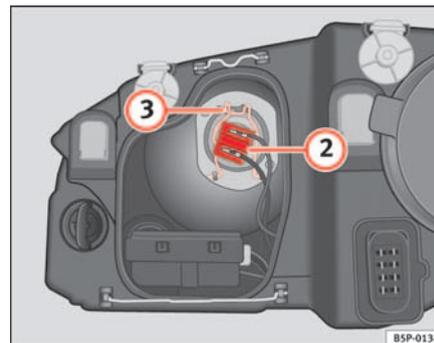

Fig. 176 Feux de croisement
- Retirez le connecteur ⇒ page 256, fig. 176 ② de la lampe.
- Décrochez le ressort entrebâilleur ⇒ page 256, fig. 176 ③ en le pressant vers l'intérieur et vers la droite.